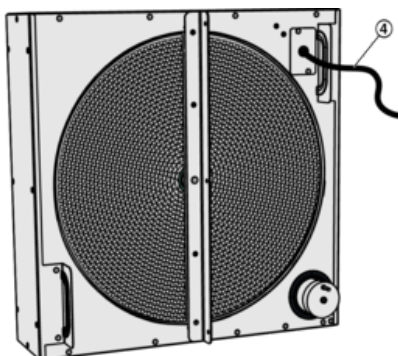

Abb. 44: Drehzahlsensor
5. ▶ Den Stecker am Drehzahlsensor (Abb. 44/4) lösen.